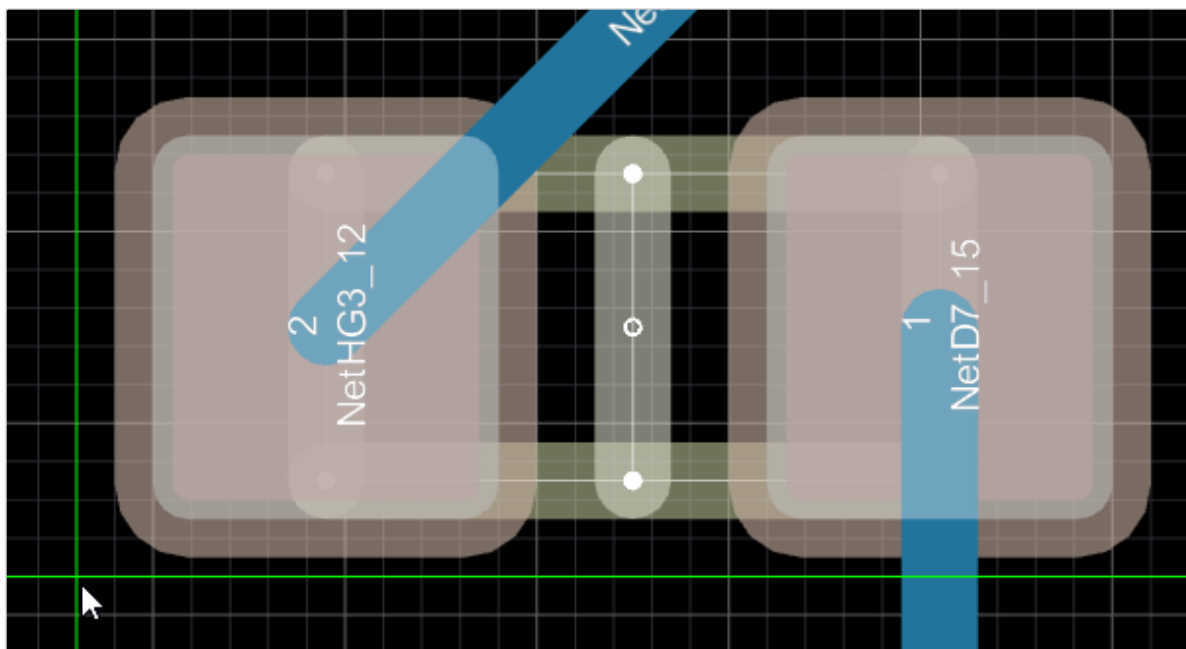

Рисунок 137. Выбор базовой точки при перемещении
- 3) Курсор примет вид перекрестия, после чего необходимо щелкнуть левой кнопкой мыши в точку, относительно которой будут перемещаться выделенные объекты (см. рисунок 137).